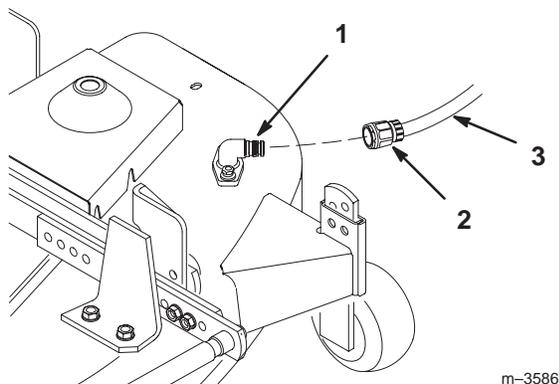

Bild 36
5. Stecken Sie eine Schlauchkupplung auf die Kupplung am Mähwerk-Spülanschluss und drehen das Wasser mit starkem Druck auf (Bild 36).